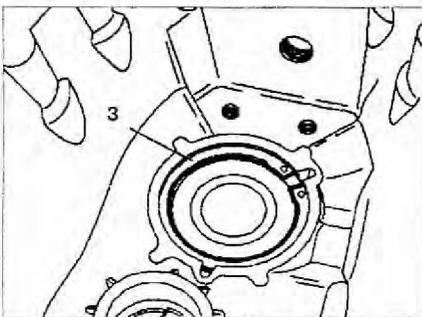

Рис. 4.13. Снимите стопорное кольцо 3 подшипника вторичного вала.
2. Снимите стопорное кольцо 3 вторичного вала (рис. 4.13).